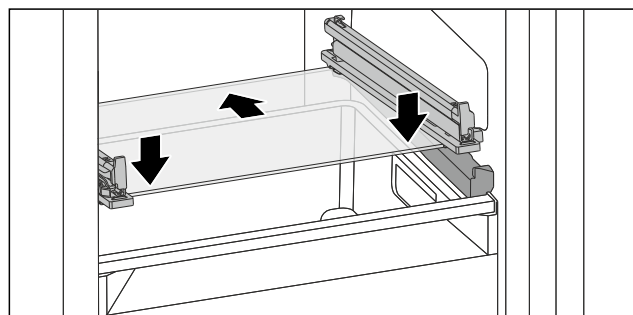

Fig. 140 Ripiano in vetro del cassetto ribaltabile
- Applicare il ripiano in vetro obliquamente dietro i fermi. (vedere Fig. 140)